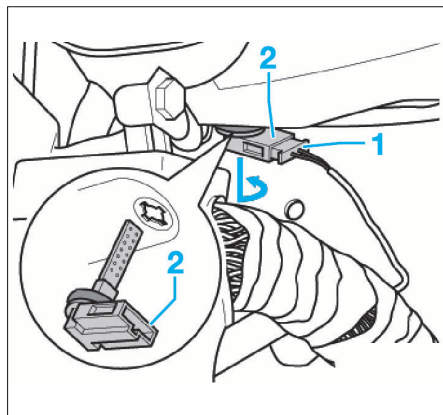

FIG. 49
- Débrancher le connecteur (1) du capteur (2) (Fig.49).